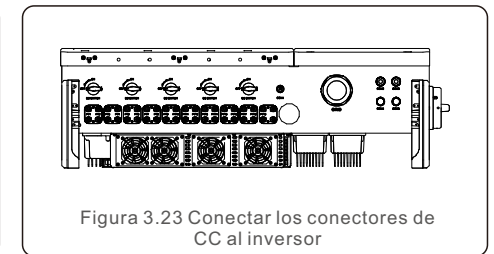

Figura 3.23 Conectar los conectores de CC al inversor
6. Conecte el conector de CC con el inversor hasta que oiga un ligero chasquido que indique que la conexión se ha realizado correctamente (véase la figura 3.23).